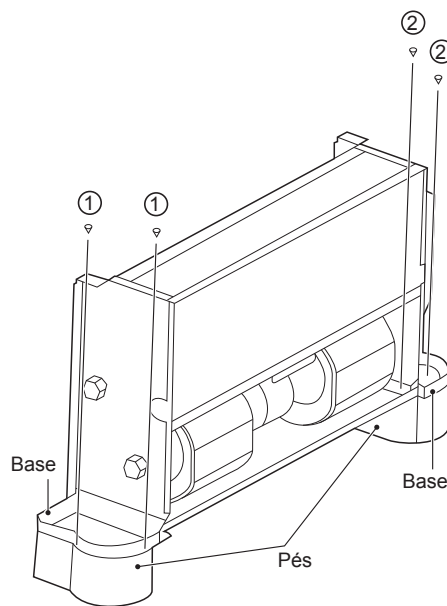

Figura 5-3
As bases mostradas na Figura 5-3 são opcionais. Pode adquiri-las separadamente e instalá-las da seguinte forma:
2. Coloque os orifícios de instalação na base da unidade no pino da base correspondente e coloque os parafusos. 1*2 e 2*2 para fixar a base de acordo com a Figura 5-3.